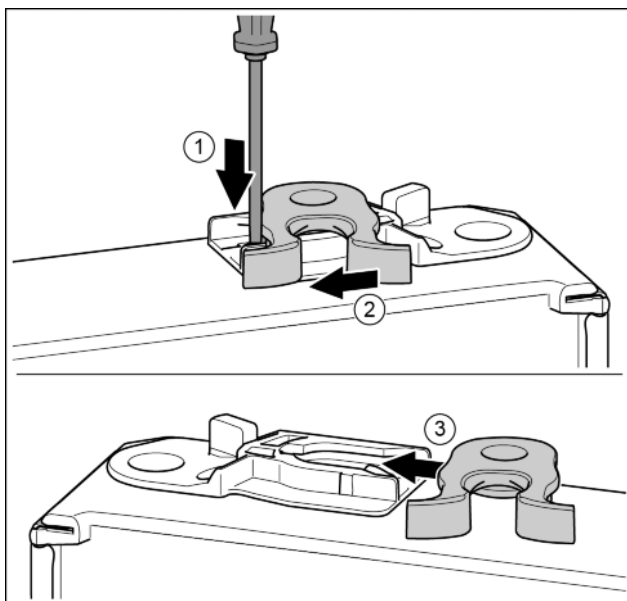

Fig. 18*
- ▶ Нажать накладку шлицевой отверткой вниз.* Fig. 18 (1)
- ▶ Запорный крючок вывести из направляющей.* Fig. 18 (2)
- ▶ Запорный крючок вставить в направляющую с другой стороны.* Fig. 18 (3)